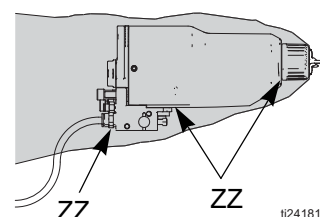

FIG. 13 . Vérification de l'absence de fuites de produit
Pendant l'utilisation, vérifiez régulièrement l'absence de fluide dans tous les orifices du capot du pistolet (ZZ). Consultez la FIGURE 13. La présence de produit à ces endroits serait le signe d'une fuite de produit à l'intérieur du capotage qui pourrait provenir de fuites au niveau des raccords des tuyaux ou des joints produit.